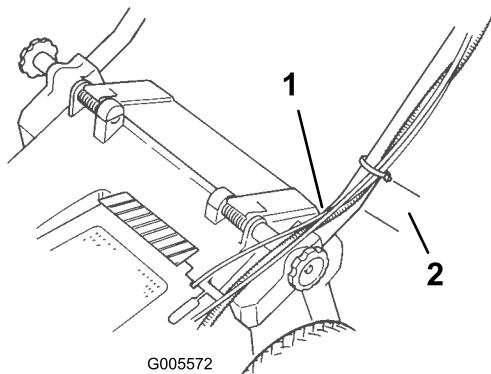

Figura 5
7. Coloque el sujetacables a 25 mm de la curva del manillar, según muestra la Figura 5.